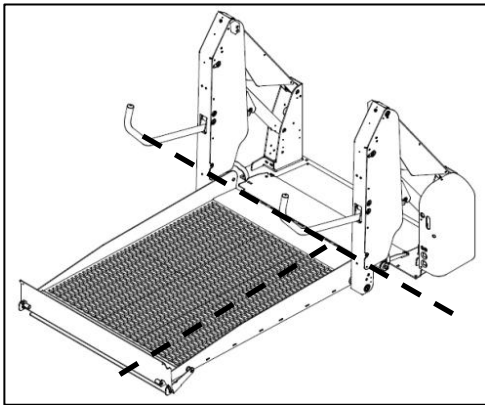

Fig. 12
- premere e mantenere premuto il pulsante **2** di **Fig.2 Cap. 5 di salita** finché la pedana non si ferma al piano di carico del veicolo (**Fig.12**);
- Push and keep pushing up button **2** (see **Fig.2 Chapter 5** until platform reaches vehicle deck level (**Fig.12**);